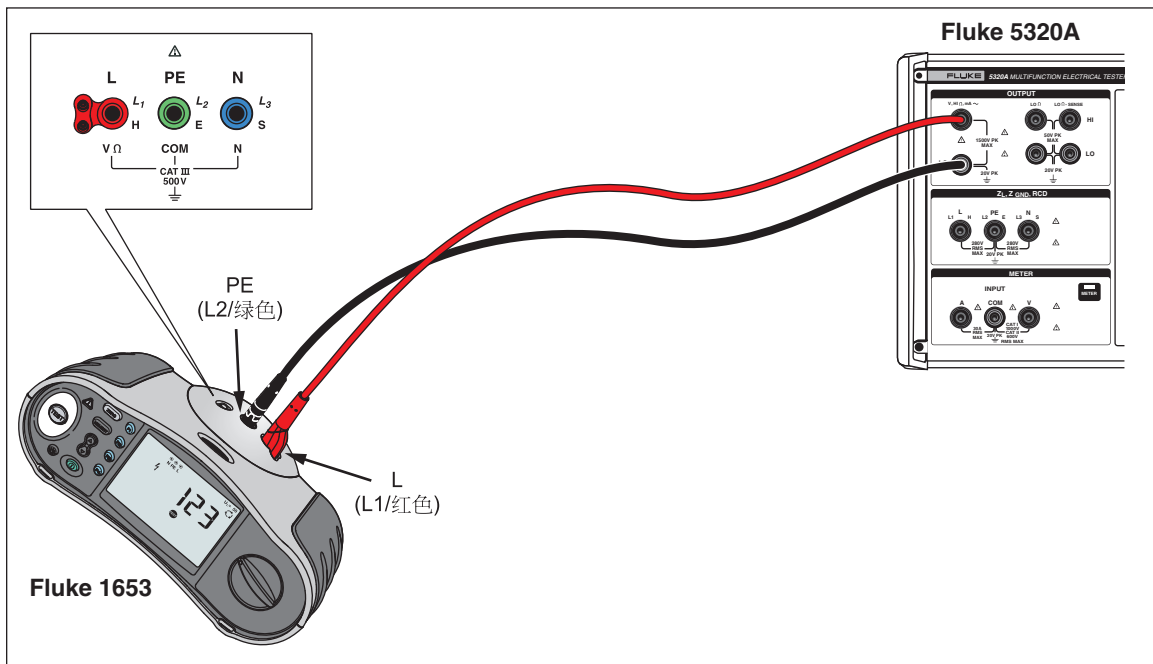

图7-18.在电池供电的电气安装测试仪上进行的电压校准
1. 使用图 7-18、7-19 或 7-20，将 UUT 连接到校准器的输出 **V HI** 和 **LO** 端子上。